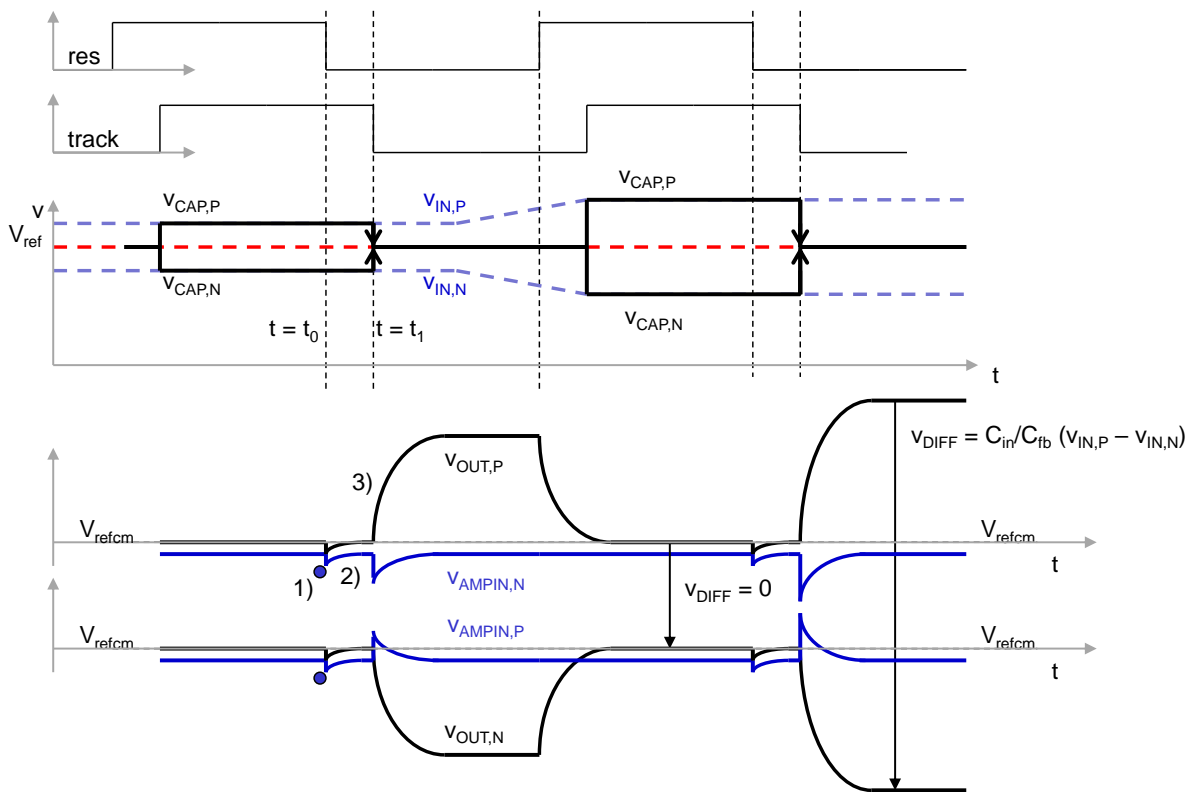

Abbildung 27: Zeitverlauf von Signalen
In der Reset-Phase (Abbildung 27) sind alle Potentiale gleich V_{refcm} .
- 1) Wenn es zur Ladungsinjektion kommt, sinken $V_{\text{AMPIN,N}}$ und $V_{\text{AMPIN,P}}$ um den gleichen Beitrag (Abbildung 27 - 1). Da es sich um ein Gleichtaktsignal handelt, wird es vom Verstärker AMP *nicht* verstärkt (wegen seiner guten common mode rejection ratio CMRR).
- 2) Die Gleichtakt-Rückkopplung (CMFB) kann die Original DC-Werte schnell herstellen. Abbildung 27 - 2.
- 3) Die Signale an cap,n und cap,p sind in Gegenphase. Sie werden verstärkt, da der Verstärker eine große Differenzverstärkung hat. Mittelwert $v_{\text{OUT,P}} + v_{\text{OUT,N}}$ bleibt dabei konstant. Abbildung 27 - 3. Das Differenzsignal am Ausgang ist zum Differenzsignal am Eingang proportional: $v_{\text{OUT,P}} - v_{\text{OUT,N}} = \frac{C_{\text{in}}}{C_{\text{fb}}} (v_{\text{IN,P}} - v_{\text{IN,N}})$